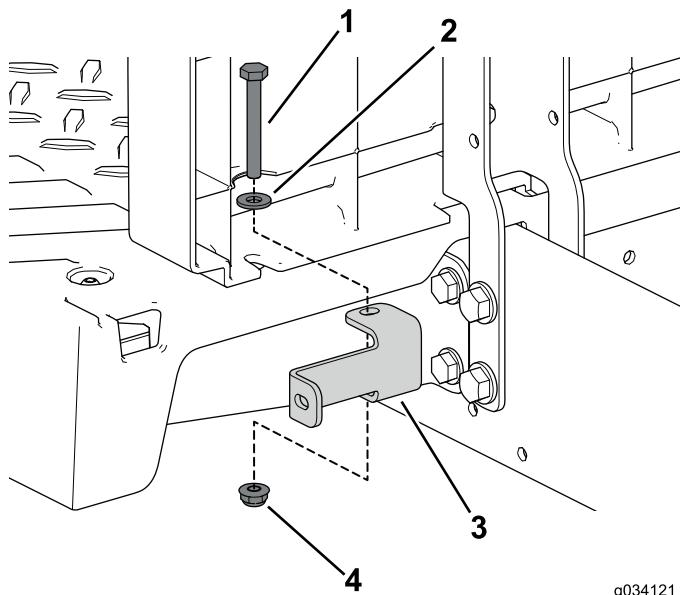

Figura 41
6. Utilice los 2 pernos (1/4" x 2"), una arandela y una contratuerca para sujetar los soportes de panel izquierdo y derecho a la máquina (Figura 41).
7. Utilice los 2 pernos (1/4" x 2"), una arandela y una contratuerca para sujetar los soportes de panel izquierdo y derecho a la máquina (Figura 41).